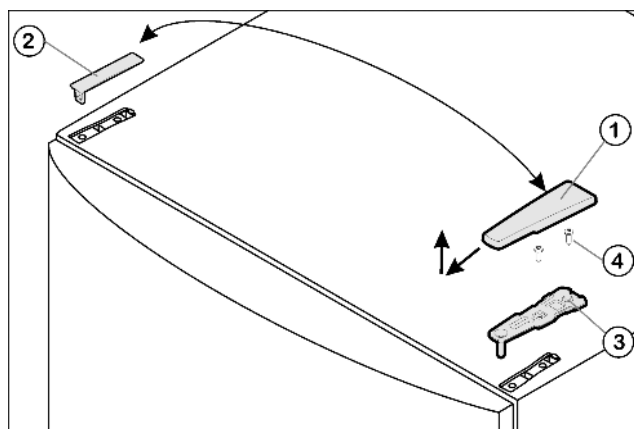

Fig. 5
- ▶ Потяните крышку Fig. 5 (1) вперед и вверх.
- ▶ Снимите крышку Fig. 5 (2).
- ▶ Открутите верхний опорный кронштейн Fig. 5 (3) (2 шт. Torx® 25) Fig. 5 (4) и вытяните вверх.
- ▶ Установите верхний опорный кронштейн *Fig. 5 (3)* на новой стороне шарнира и защелкните в дверце.
- ▶ Привинтите верхний опорный кронштейн (**с моментом 4 Нм**) (2 шт. Torx® 25) *Fig. 5 (4)*. При необходимости проделайте отверстия или используйте аккумуляторную отвертку.
- ▶ Наденьте и защелкните крышку *Fig. 5 (1)* и крышку *Fig. 5 (2)* на противоположной стороне снаружи.